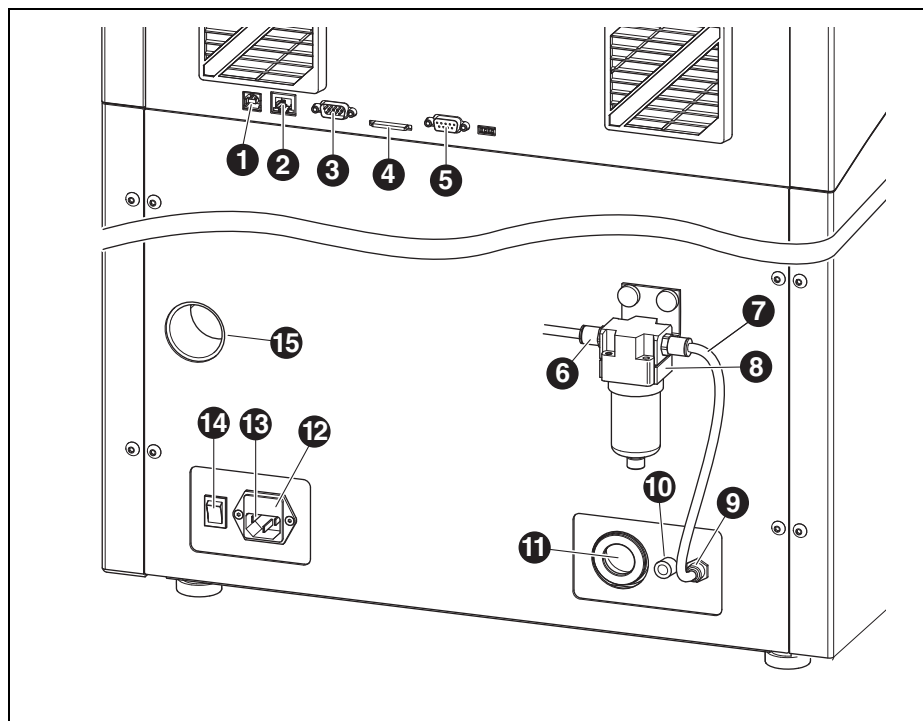

Bild 3 Geräteübersicht Rückseite
- ▷ Die Schublade ([11] in Bild 3 auf Seite 10) unterhalb des Netzsteckers herausziehen.